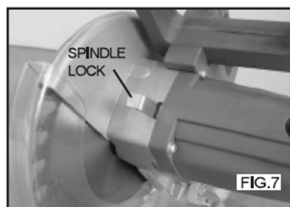

FIG. 7
6. Enfoncez le verrou de broche pour empêcher la lame de scie de tourner. (Voir Fig. 7)